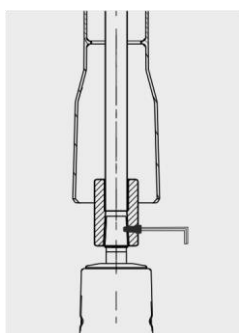

Рис.3
- d) зафиксируйте шток к крану – вкрутите обратно шплинт (Рис. 3),